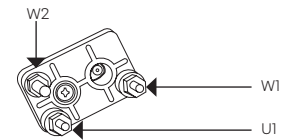

Figura 12.
2. Pasa el cable por el orificio en la parte posterior, aflojando las tuercas para su conexión (ver Figura 12).
3. Conecta los cables de la corriente en U1 y W1, dejando las tuercas bien apretadas (ver Figura 12).